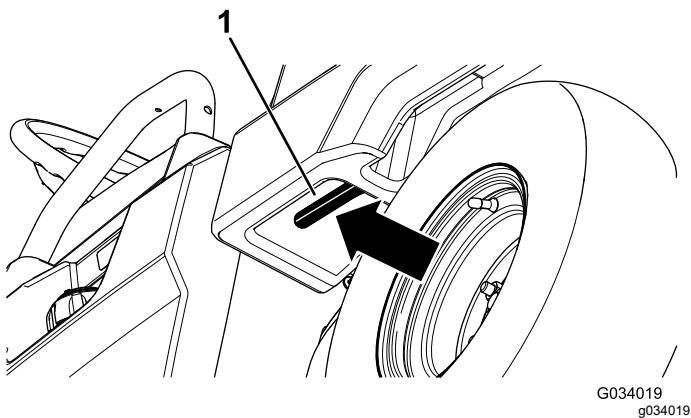

Bild 7
- Ziehen Sie den Hebel an der linken Innenseite der Ladepritsche zu sich und heben Sie die Ladepritsche an (Bild 7).